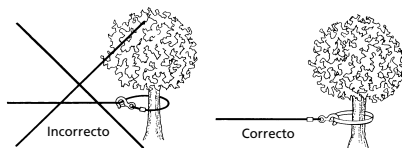

Figura 3
9. NUNCA ENGANCHE EL CABLE DE ALAMBRE SOBRE SÍ MISMO PORQUE PODRÍA DAÑARLO. Use una eslinga de nilón (Figura 3).